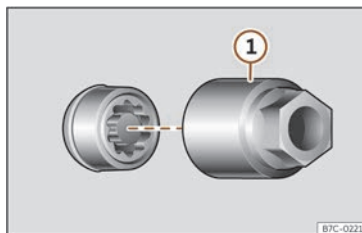

Fig. 240 Șurub roată antifurt cu căpăcel și adaptor.
- Introduceți adaptorul special >>> **fig. 240** (1) (trusa de scule >>> pag. 353) în șurubul de roată antifurt și apăsați-l complet.